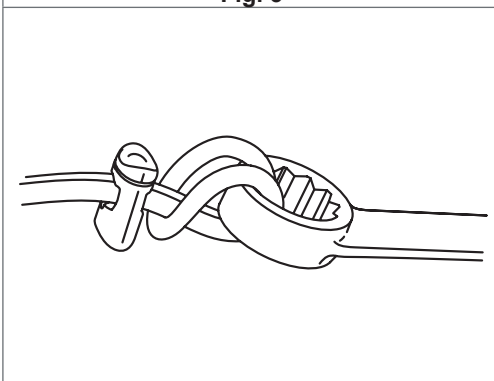

Fig. 5
3. Serrer en tirant pour sécuriser la boucle autour de l'outil. Si une longe avec une boucle ajustable est utilisée, ajuster le verrou à glissière pour bien sécuriser la boucle autour de l'outil. (Figure 5)